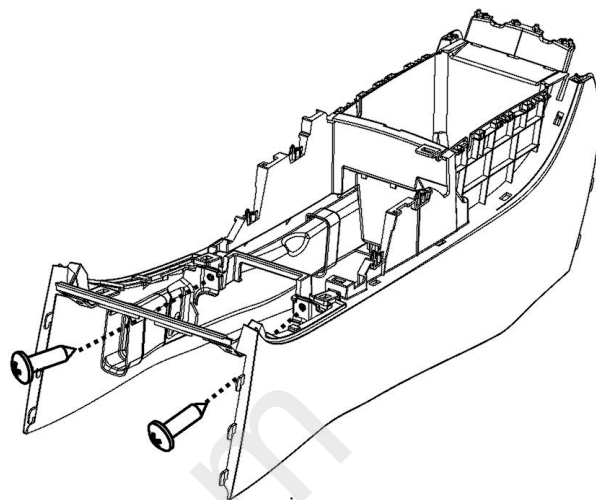

图 2.11.2 后排中出风左、右风管结构示意图
(2)如图 2.11.2 所示，用十字螺丝刀松开固定后排中出风左、右风管总成的三个螺钉（Q2734213F31），即可将左、右风管总成取下。